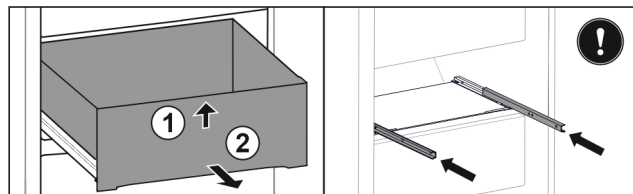

Fig. 147
- ▶ Soulever la partie avant du tiroir. Fig. 147 (1)
- ▶ Retirer le tiroir par l'avant. Fig. 147 (2)